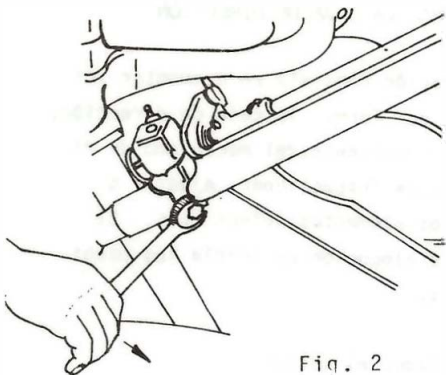

Fig. 2
- e. Retire los tornillos de la abrazadera de la caja de cambios (no en todos los casos) (fig. 2).